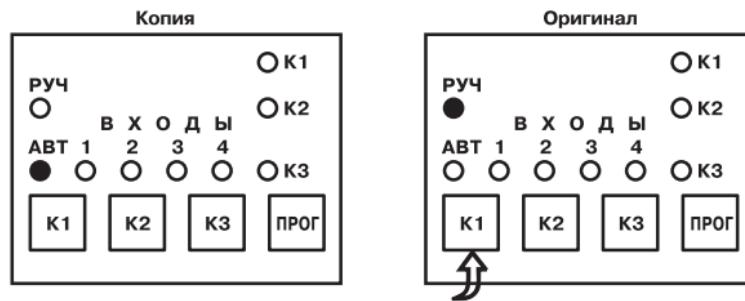

Рис. 17
B.2.1.4. Кнопкой **K1** переведите "образцовый" прибор в режим передачи. При этом на нем загорится светодиод "РУЧ" (рис. 17).